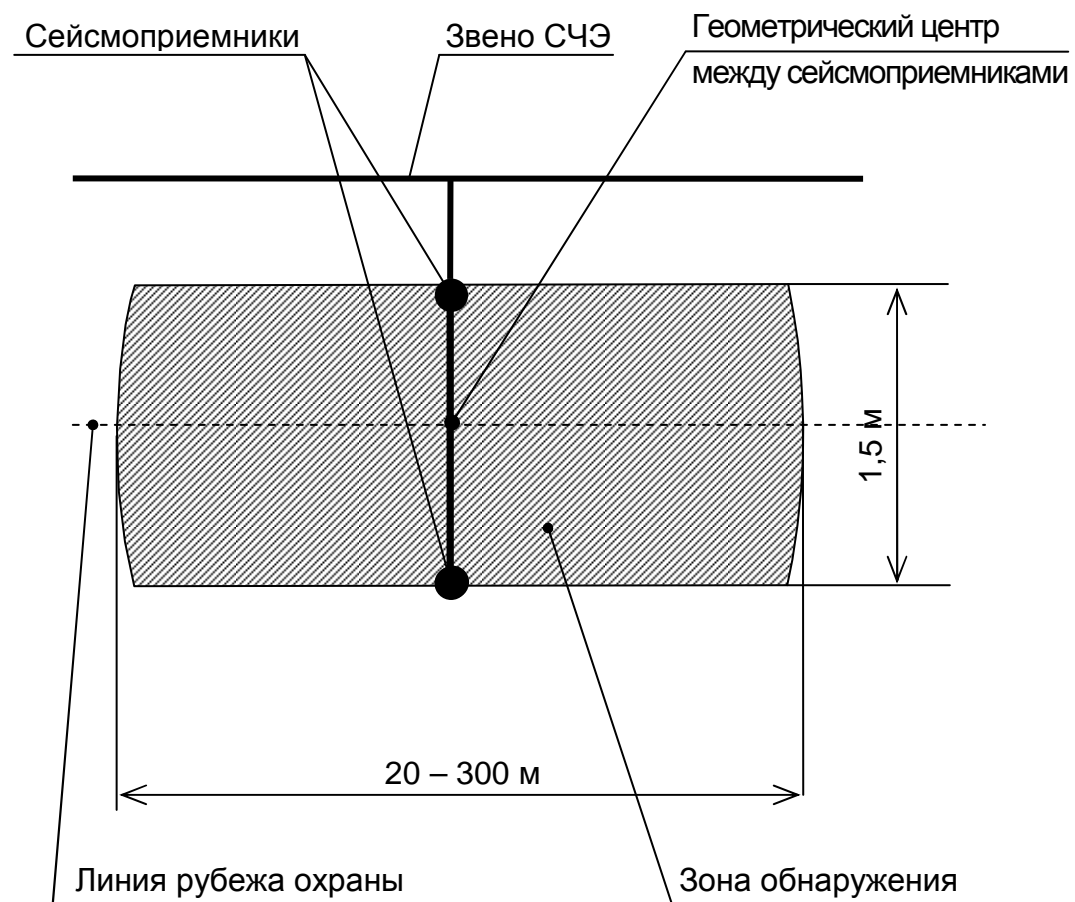

Рисунок 2.1 – Схема установки звена СЧЭ с зоной обнаружения
2.1.3 Зона обнаружения одного комплекта СЧЭ БАЖК.433649.006 (рисунок 2.1) – область на поверхности грунта, ограниченная по ширине расстоянием между двумя сейсмоприемниками, а по длине окружностью диаметром от 20 до 60 м (для человека) и от 150 до 300 м (для транспортного средства), с геометрическим центром, расположенным между сейсмоприемниками звена СЧЭ, пересечение которой нарушителем приводит к формированию изделием сигнала тревоги